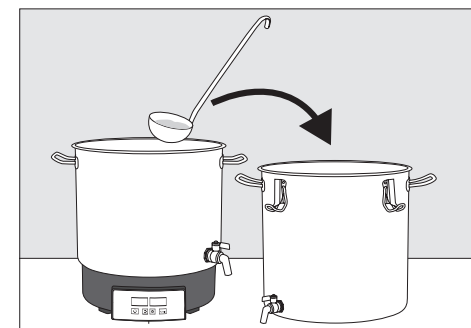

fig. 6
Preparare il tino di filtraggio/fermentazione **(BHG 040002)** accanto alla caldaia di ammostatura/cottura **(BHG 410000)** (fig. 6):
- Trasferire la miscela nel tino di filtraggio **(BHG 040002)** con il ramaio **(12)** (fig. 6). Non aprire il rubinetto di scarico **(6)** (pericolo d'intasamento), non sollevare o rovesciare la caldaia di miscela/cottura **(BHG 410000)** (pericolo di ustioni) (fig. 2)!!!